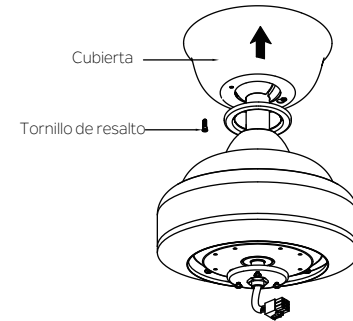

Fig. 14
Paso 2. Ensamble la cubierta haciendo girar la ranura principal en la cubierta sobre el tornillo de resalto en el soporte de montaje. Vuelva a instalar el tornillo de resalto que se había retirado anteriormente, y luego vuelva a ajustar bien los dos tornillos de resalto. (Fig.14)